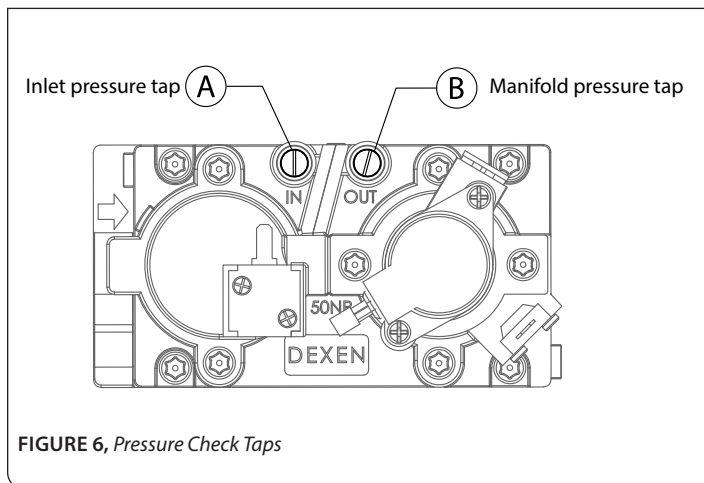

FIGURE 6, Pressure Check Taps
Étape 1: Desserrez la vis du raccord de test de pression d'entrée (IN) (sens antihoraire) sur la valve de gaz. Voir (A) à la FIGURE 6.
Étape 1: Desserrez la vis du raccord de test de pression du manifold (OUT) (antihoraire) sur la valve de gaz. Voir (B) à la FIGURE 6.